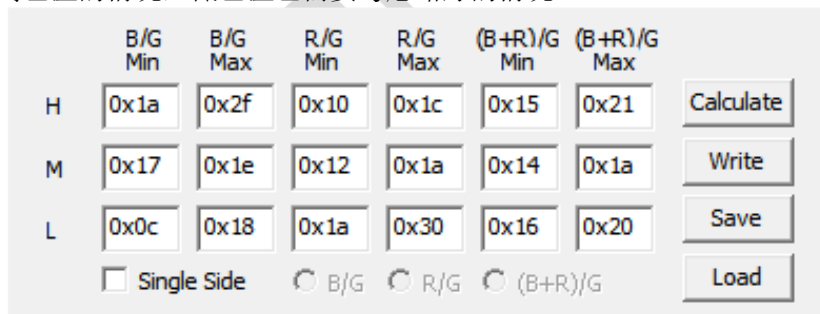

图 2-7 调整后的 Step2 的标定区间
- **Save:** 将图 2-5 和图 2-7 中的数据及对应寄存器地址保存到本地。
- **Load:** 将本地数据导入图 2-5 和图 2-7 表示的位置，并写入对应寄存器。